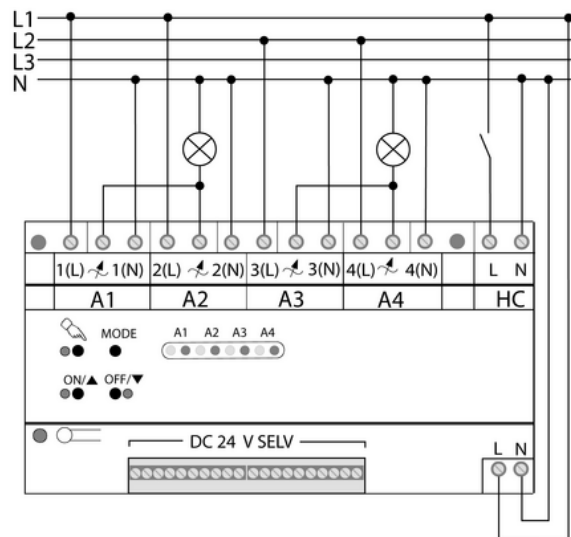

Bild 4: Anschlussbeispiel Lastausgänge parallelgeschaltet
- Netzversorgung (9) gemäß Anschlussbeispiel anschließen (Bild 4)
- Hotelcardschalter gemäß Anschlussbeispiel anschließen (Bild 4).